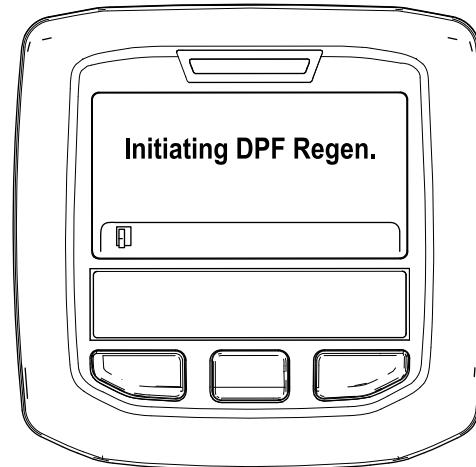

Bild 46
A. Die Meldung „Initiating DPF Regen.“ wird angezeigt (Bild 46).